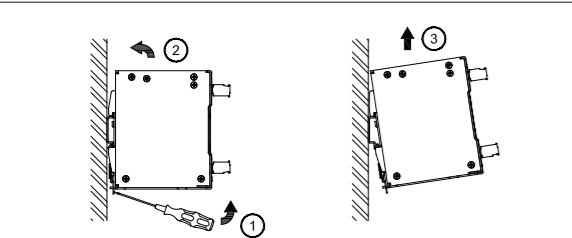

Figure 3
4. Dismounting (Fig. 3)
To uninstall, pull or slide down the latch as shown in Fig. 3. Then slide the PSU in the opposite direction, release the latch and pull out the PSU from the rail.
5. Démontage (Fig. 3)
Pour démonter l'appareil, tirez ou faites coulisser le loquet vers le bas comme indiqué à la Fig. 3, faites coulisser l'appareil dans la direction opposée, relâchez le loquet et enlevez l'appareil du rail.